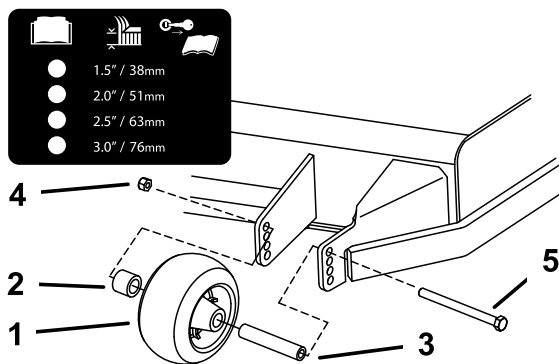

Bild 19
4. Stellen Sie sicher, dass Distanzstücke und Buchsen installiert sind (Bild 19).